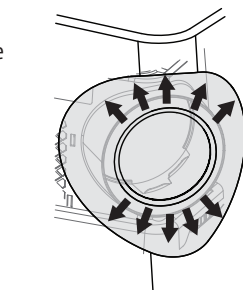

Figura 15
- Estire la abertura de la cubierta de malla para sellar los bordes de ventilación de la bolsa, como se ilustra en la Figura 15.